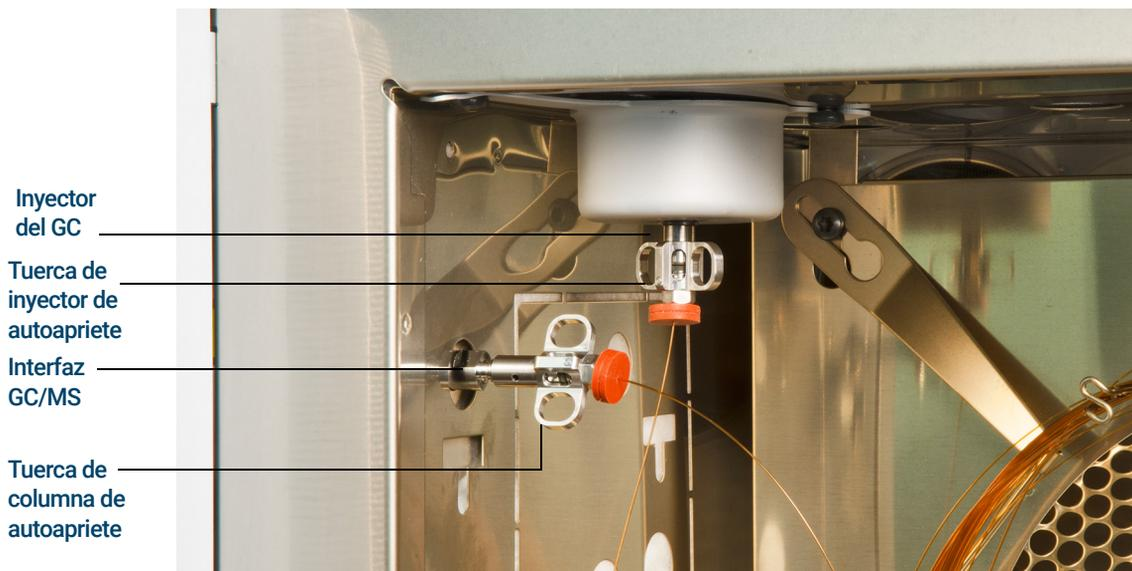

Figura 6. Instalación de una columna capilar en la interfaz de GC/MS
- 11 Apriete manualmente la tuerca. (Consulte la **Figura 6**). Asegúrese de que la posición de la columna no cambia al apretar la tuerca.